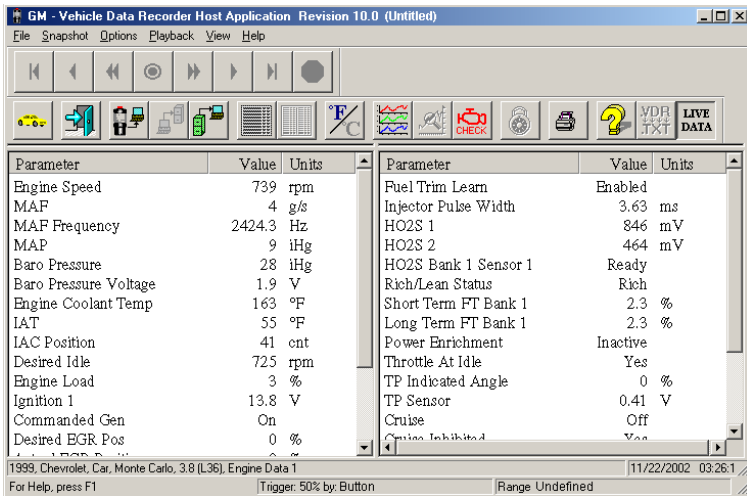

Figure 4.3 : zone d'affichage des instantanés
- 3 Cliquez sur la ligne de l'instantané à télécharger et, ensuite, cliquez sur le bouton **OK**. La lampe témoin au sommet de l'outil de VDR clignote pour signaler le téléchargement. Lorsque le téléchargement est terminé, l'instantané apparaît dans la zone d'affichage de la fenêtre principale (Figure 4.3 à la page 101) et la lampe témoin au sommet de l'outil de VDR, tout en demeurant allumée, cesse de clignoter.